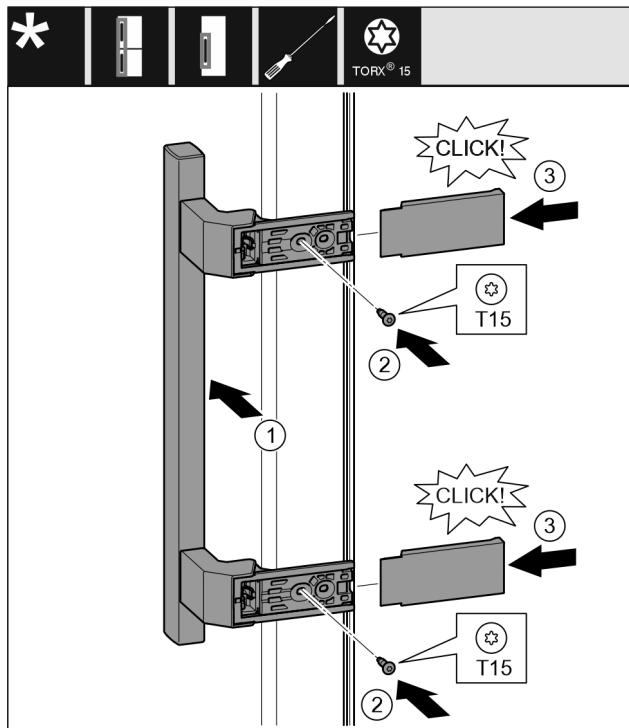

Fig. 17
- ▶ Applicare la maniglia sul lato opposto. Fig. 17 (1)
- ▶ Serrare le viti con il cacciavite T15. Fig. 17 (2)
- ▶ Applicare le coperture lateralmente e spingerle. Fig. 17 (3)